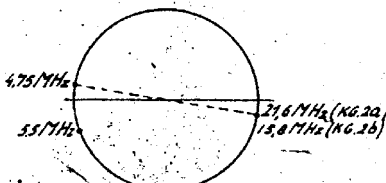

Fig.4
#### A. De M.F. Kringen. (zie fig.4).
B. De H.F. - en Oscillatorkringen (zie fig.4 en 5.)
3. Wijzer installeren op het trimpunt voor 21,6 MHz (zie fig.4). Een gemoduleerd signaal van 21,6 MHz via de kunstantenne aan de antennebus van het toestel toevoeren.
2. Zet de wijzer op het trimpunt voor 15,8 MHz (zie fig.4) en regel bij een gemoduleerd signaal van 15,8 MHz C29, C18 en C9 op maximum output af.
3. Zet de wijzer nu op het trimpunt voor 5,5 MHz (zie fig.4) en regel bij een gemoduleerd signaal van 5,5 MHz C25 op maximum output af.
2. Zet de wijzer op het trimpunt voor 4,75 MHz (zie fig.4) en regel C30, C19 en C10 bij 4,75 MHz op maximum output af.